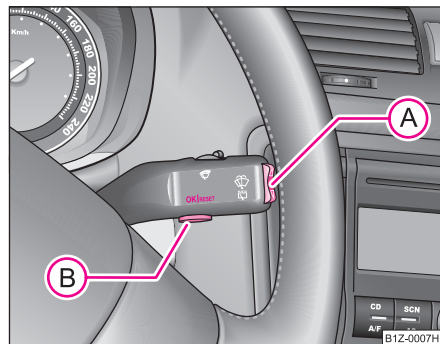

Fig. 15 Display de información:
- Pulsando brevemente la tecla basculante **A** ⇒ fig. 15 Ud. podrá hojear la memoria telefónica en busca de diferentes nombres o menús.